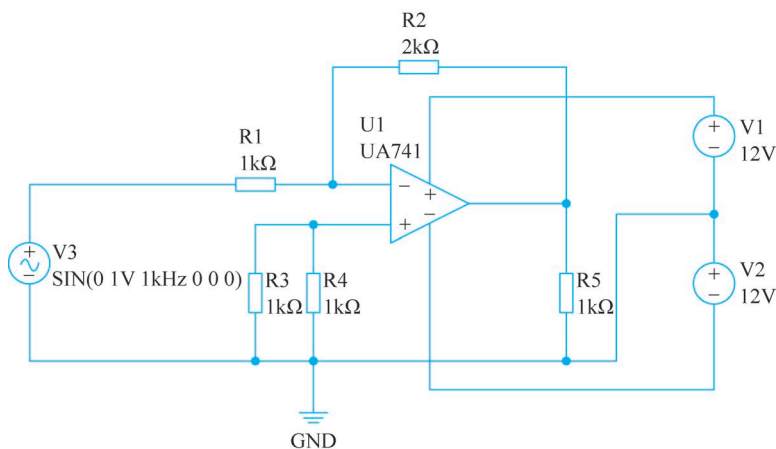

图 3-12 绘制瞬态分析电路原理图
(1) 从常用库中通用器件中找到电阻元器件,并将其按照图 3-12 所示的位置进行放置。
(2) 从常用库中的运算放大器中找到 UA741,并按照图 3-12 所示的位置进行放置。
(3) 从常用库中的电源中找到电压源_直流源和电压源_正弦源,并按照图 3-12 所示的位置进行放置。
(4) 单击主界面“电气工具”栏内的标识符 GND 按钮,将 GND 按照图 3-12 所示的位置进行放置。
(5) 单击主界面“电气工具”栏内的“导线”按钮,将这些元器件和电压源按照图 3-12 所示的方式进行连接。
(6) 修改 V1、V2、V3、R1、R2、R3 和 R4 的参数设置。下面以修改 V3 的参数为例。
① 双击图 3-12 内的 V3 信号源图标。